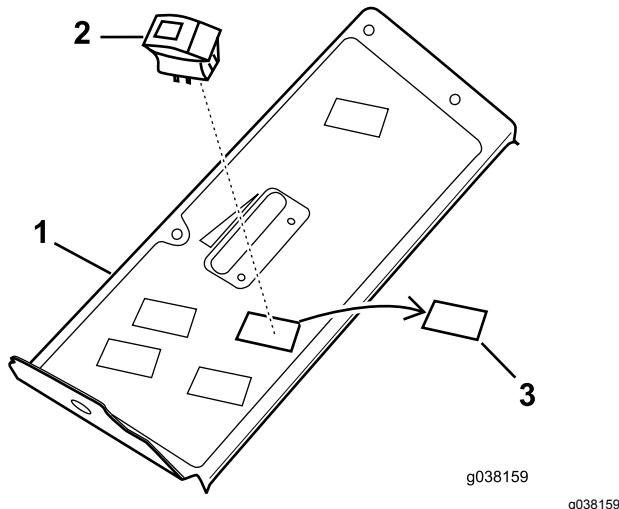

Figura 6
2. Individuate e togliete il tappo posto vicino alla parte anteriore del quadro di comando, sotto l'adesivo (Figura 6).
3. Inserite l'interruttore delle luci come illustrato nella Figura 6.